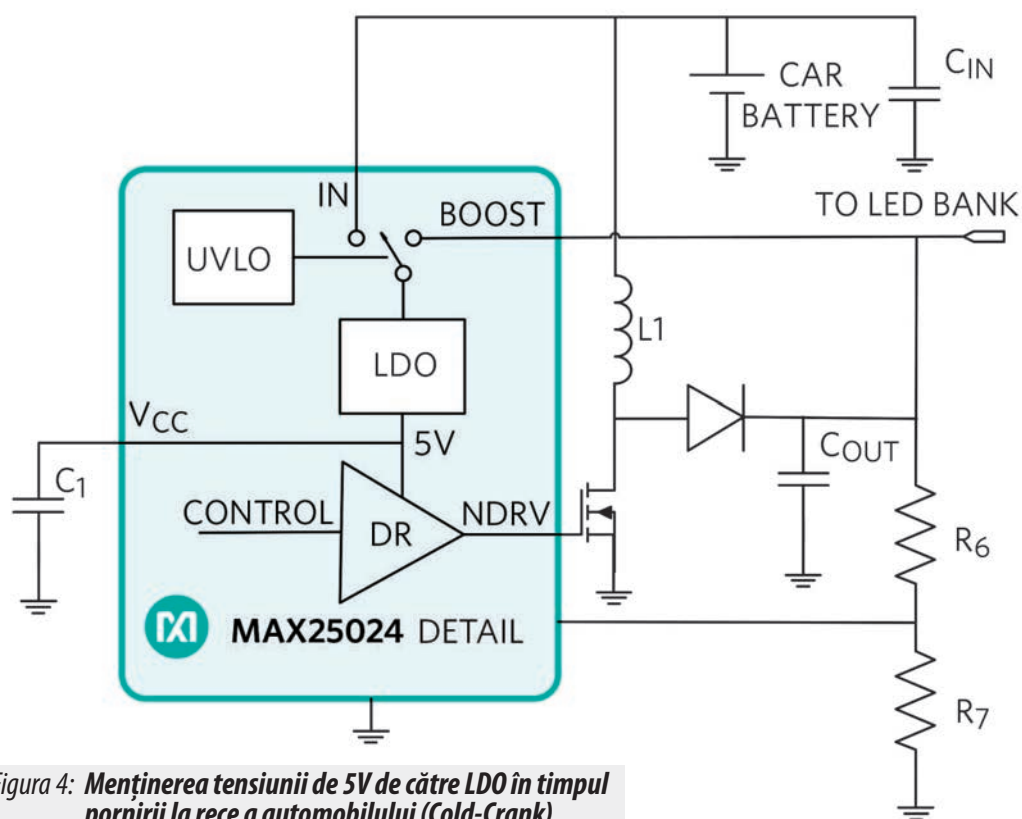
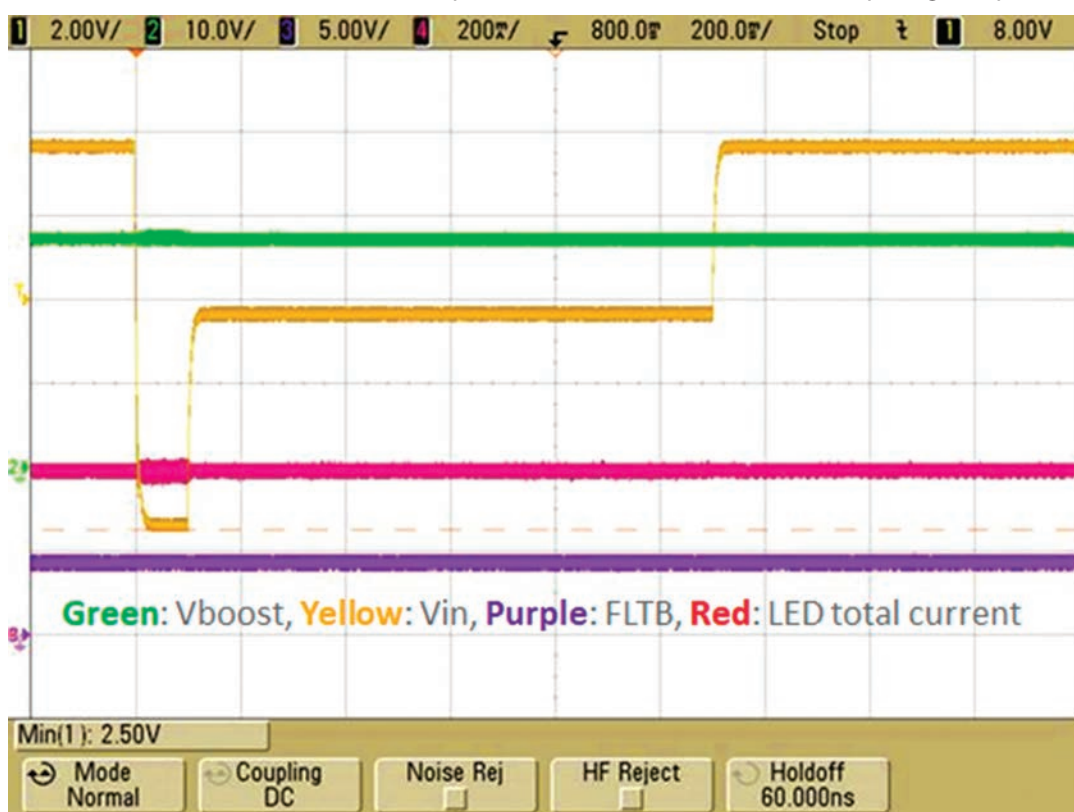
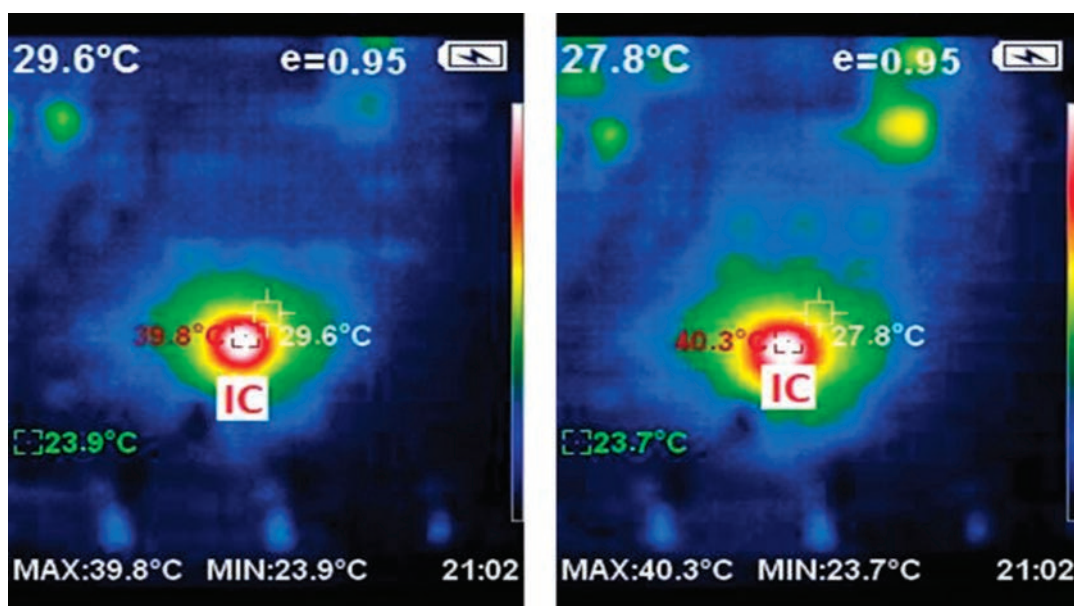

Figura 4: Menținerea tensiunii de 5V de către LDO în timpul pornirii la rece a automobilului (Cold-Crank)
Figura 5: Cold-Crank Test: 9 LED-uri/Șir, 100mA/Șir × 4, 400kHz, $V_{IN} = 2.5V$ (100ms)
Figura 6: Temperaturile circuitului integrat cu 9 LED-uri/Șir, 100mA/Șir × 4, 400kHz Înainte și După un Cold-Crank de 100ms
O arhitectură unică a circuitului (vezi figura 4) permite dispozitivului să atingă acest nivel de performanță. Un LDO integrat, alimentat în mod normal de la baterie (pinul IN), livrează 5V driverului (DR). Atunci când este detectat un nivel minim de tensiune, intrarea LDO este comutată la o ieșire externă (pinul BOOST). Condensatorul de ieșire (C_{OUT}) poate acum susține operarea LDO-ului pentru o perioadă de minim 15ms, conform specificației cold-crank. Figura 5 prezintă o cădere a tensiunii la 2.5V pentru o durată cold-crank de 100ms (vezi curba galbenă) care nu afectează tensiunea de ieșire (V_{BOOST}) și nici curentul prin LED. În consecință, indicatorul de eroare (FLT_B) rămâne inactiv. LDO-ul integrat are un consum minim de putere, iar rezistența termică joasă a capsulei asigură o temperatură de jonctiune foarte mică. În figura 6, imaginea din stânga prezintă o temperatură a circuitului integrat de 39.8°C înainte de cold-crank, cu o tensiune a bateriei de 12V. Imaginea din dreapta prezintă o temperatură a circuitului de 40.3°C, imediat după o cădere de tensiune până la 2.5V, pentru o durată cold-crank de 100ms, reprezentând o creștere netă a temperaturii mai mică de 1°C.
radiații electromagnetice conform specificațiilor EMI CISPR25 Clasă 5. De exemplu, Figura 5 prezintă